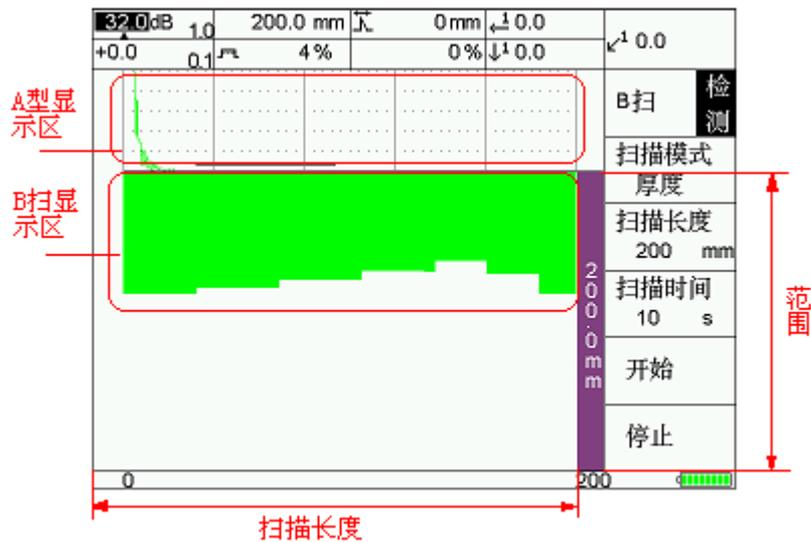

图 6-4
以纵坐标的形式显示在屏幕上，横坐标表示检测工件的长度。在扫查前，需要调节以下一些参数：(图 6-4)。
- (1) 按【检测】-【C】键，进入图 6-4。
- (2) 按【A】扫描模式反显，按【调节键】，选中[厚度]。
- (3) 将扫描长度调整为 200mm，扫描时间 10s。
- (4) 将闸门 1 覆盖范围调节为 40-100mm，门高调节为 4%。
- (5) 按【D】键，开始，此时出现倒记时(4s > 0s)。到 0s 时，请用户开始均匀速
(6) 扫查结果见图 6-4 B 扫显示区